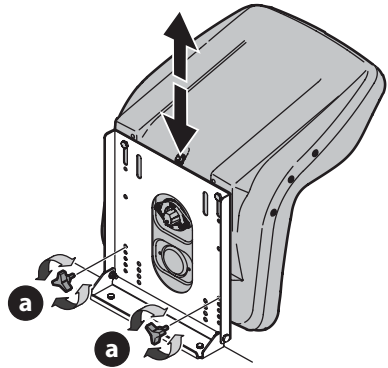

Fig. 16
1. Retirez les boutons (a) (Fig. 16).
3. Remplacez les boutons dans l'un des quatre trous et serrez solidement (Fig. 16).